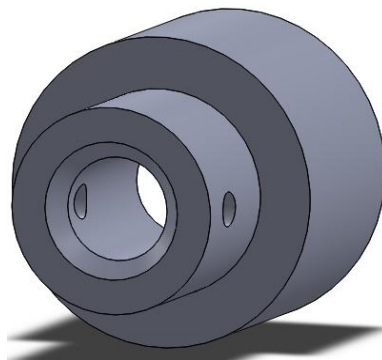

Рисунок 5.7 – Корпус
19. Готова деталь представлена на рис. 5.7.